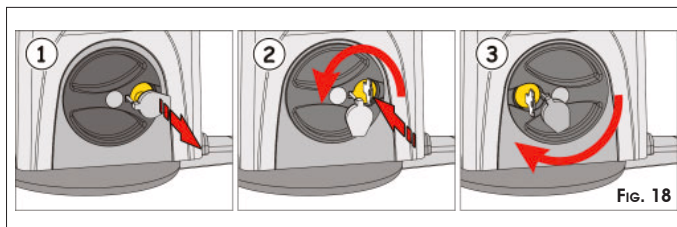

Fig. 18
- ① Togliere l'alimentazione al sistema agendo sull'interruttore differenziale.
- ② Sollevare il tappo di protezione della serratura, fig.18 rif. ①
- ③ Inserire la chiave e ruotarla in senso antiorario sino al suo arresto, fig.18 rif.②.
- ④ Ruotare la manopola di sblocco in senso orario sino al suo arresto, fig.18 rif.③.
- ⑤ Muovere manualmente l'anta.